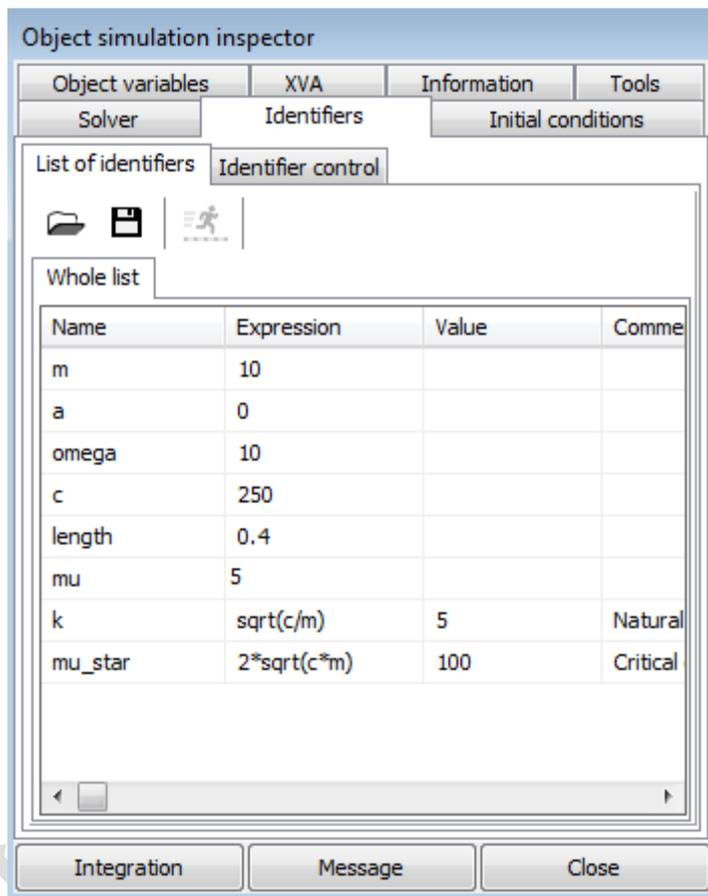

图 2.19 仿真参数
8. 设置参数 **a** 为 **0**，并回车，如图 2.19 所示。这表示刚体 **Top** 的振幅为 **0**，不发生运动。